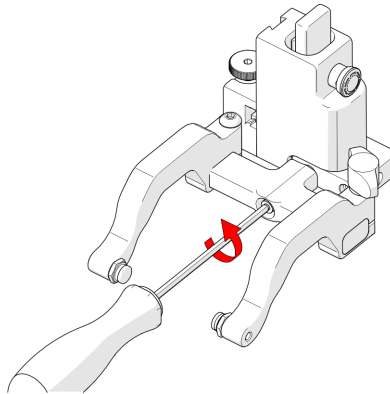

Abbildung 2-110 Entfernen des Bügels
1. Schrauben Sie den Bügel mit dem mitgelieferten 3-mm-Schraubendreher ab (siehe Abbildung 2-110 auf Seite 119).